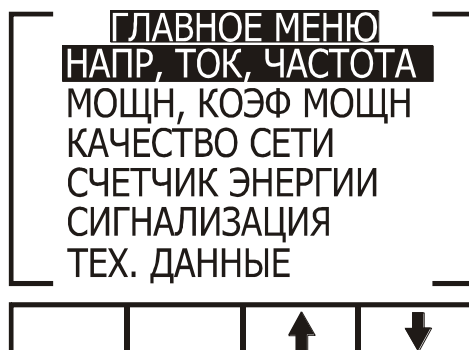

Рис. 23
1. Находясь в основном меню, выберите пункт «Напр, ток, частота» (рис. 23):